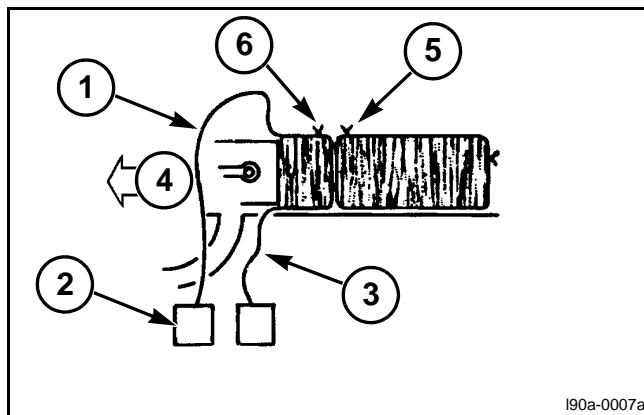

FIG. 6
FIG. 6: El cordel superior (1) se alimenta desde un carrete de cordel (2) y se enhebra a través de los tensores de cordel en la parte superior del enfardador. Los cordeles inferiores (3) se enhebran a través de los tensores de cordel y a continuación a través de las agujas. Los cordeles inferiores suministran cordel para la parte inferior y los dos extremos del fardo. Cuando se utiliza el enfardador por primera vez, los dos cordeles se unen manualmente en la cámara de fardos.